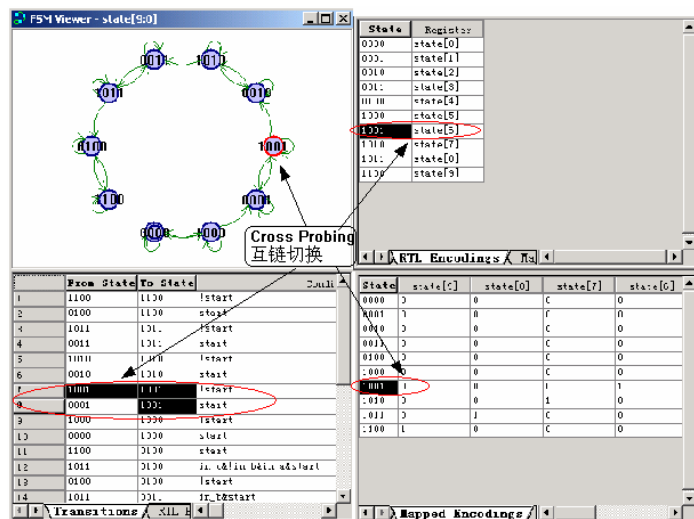

图4-48 FSM Viewer 中的 Cross-Probing 互链切换
3. 需要指出的是, 在 FSM Viewer 中, 状态转移图和转移条件, 寄存器传输级状态编码和映射后状态编码等对象之间也能通过 Cross-Probing 相互链接与切换, 如图 4-48 所示。